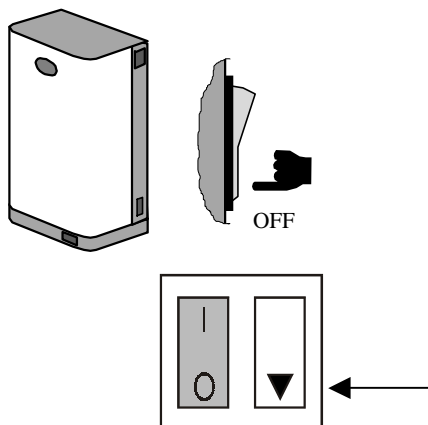

Fig. 13.1
- Ouvrir l'interrupteur basculant placé en bas à droite sur le cadre de la charpenterie en le positionnant sur **0** (voir la Fig. 13.1) et en vérifiant que l'afficheur du module de contrôle soit éteint;
Si, lors de l'arrêt, on désire **vider le cylindre** pour en effectuer la désincrustation, avant d'enlever l'alimentation à l'unité, appuyer sur le bouton-poussoir basculant de DRAINAGE, en forçant ainsi en ouverture l'électrovanne de drainage/pompe d'évacuation, et le maintenir manuellement dans cette position jusqu'à l'évacuation complète de l'eau (voir Fig. 13.1).
- éteindre l'unité en intervenant sur l'interrupteur basculant placé en bas à droite sur le cadre de la structure (voir Fig. 13.1);
- éteindre l'appareil (Fig. 13.1) et ouvrir le sectionneur de ligne de l'alimentation électrique (**procédure de sécurité**);